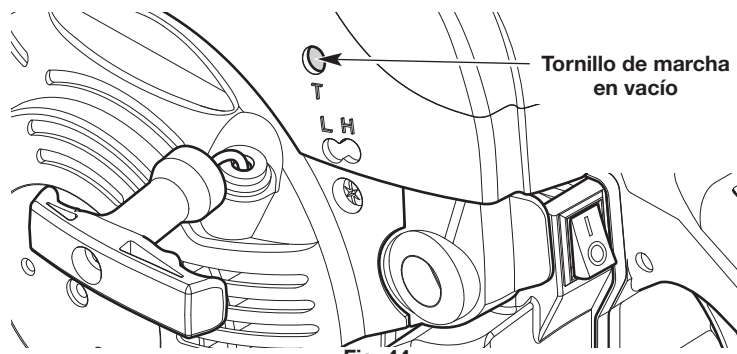

Fig. 44
- Si el motor se para, aumente la velocidad de ralentí. Use un destornillador Phillips pequeño para girar el tornillo de velocidad de ralentí en el sentido de las agujas del reloj, 1/8 de giro cada vez hasta que el motor funciona al ralentí de manera uniforme (Fig. 44).
- Si la cadena de la sierra gira cuando el motor está en ralentí, reduzca la velocidad de ralentí. Gire el tornillo de velocidad de ralentí en el sentido contrario de las agujas del reloj, 1/8 de giro cada vez, hasta que la cadena de la sierra deje de moverse (Fig. 44).